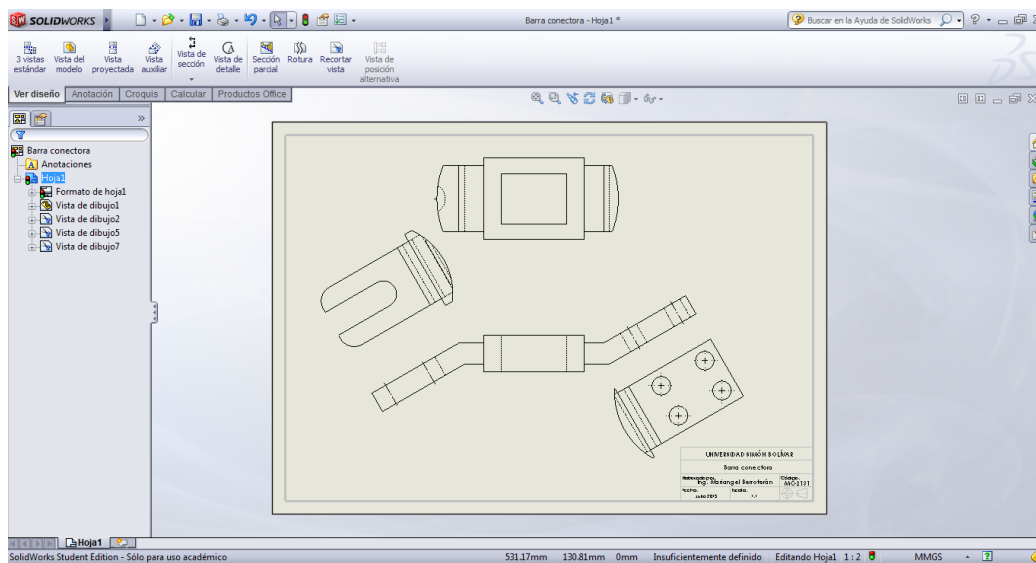

Figura 58. Plano final con vistas auxiliares y ortogonales.
- g) El plano final puede quedar como el observado en la Figura 58.